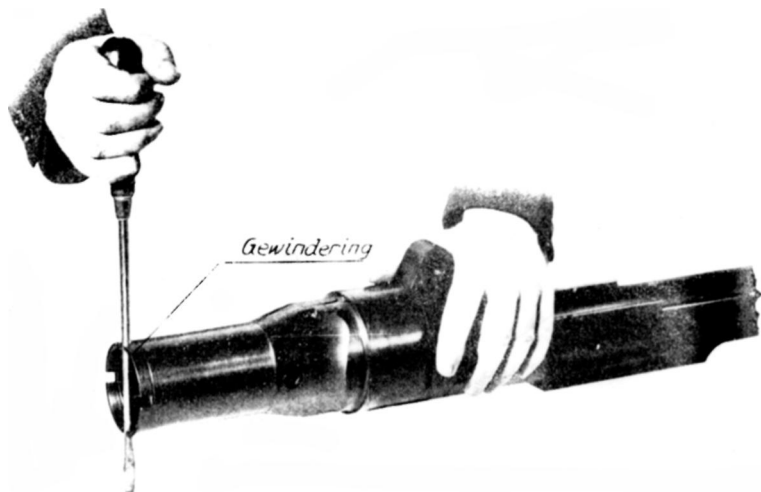

Abb. 65: Abschrauben des Gewinderings
8. Zerlegen und Zusammensetzen der Führungshülse (Abb. 65 und 66)